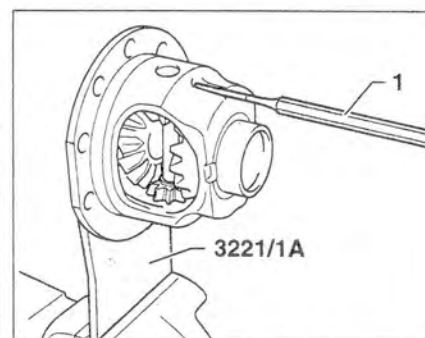

Рис. 5.114. Извлеките блокировочный палец 1 с помощью пробойника.
5. Извлеките блокировочный палец 1 с помощью пробойника (рис. 5.114).